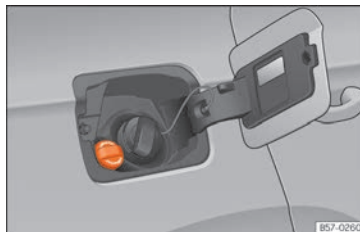

Fig. 268 Tapón de la boca de llenado del depósito de AdBlue.
- Abra la tapa del depósito » fig. 268.
- Desenrosque la botella en el sentido contrario al de las agujas del reloj y extráigala hacia arriba con cuidado » » » ❶.
- Gire el tapón de cierre de la boca de llenado de SCR hacia la izquierda » » » **fig. 268.**